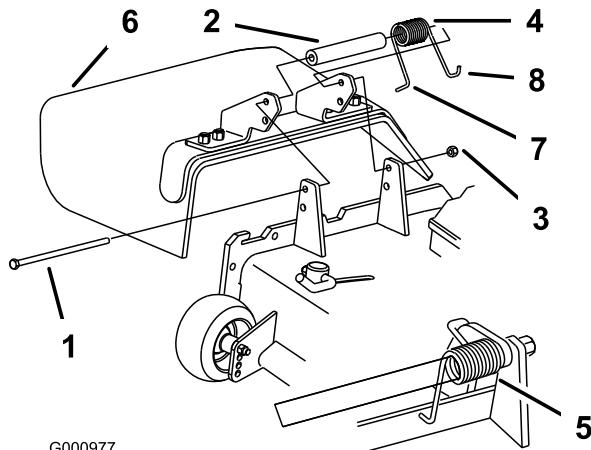

Figura 89
1. Retire la contratuerca, el perno, el muelle y el espaciador que sujetan el deflector a los soportes de pivote (Figura 89). Retire el deflector de hierba dañado o desgastado.
- Nota:** Asegúrese de colocar el extremo en **L** del muelle detrás del reborde de la plataforma antes de instalar el perno, según muestra Figura 89.
3. Instale el perno y la tuerca. Coloque el extremo en **J** del muelle alrededor del deflector de hierba (Figura 89).